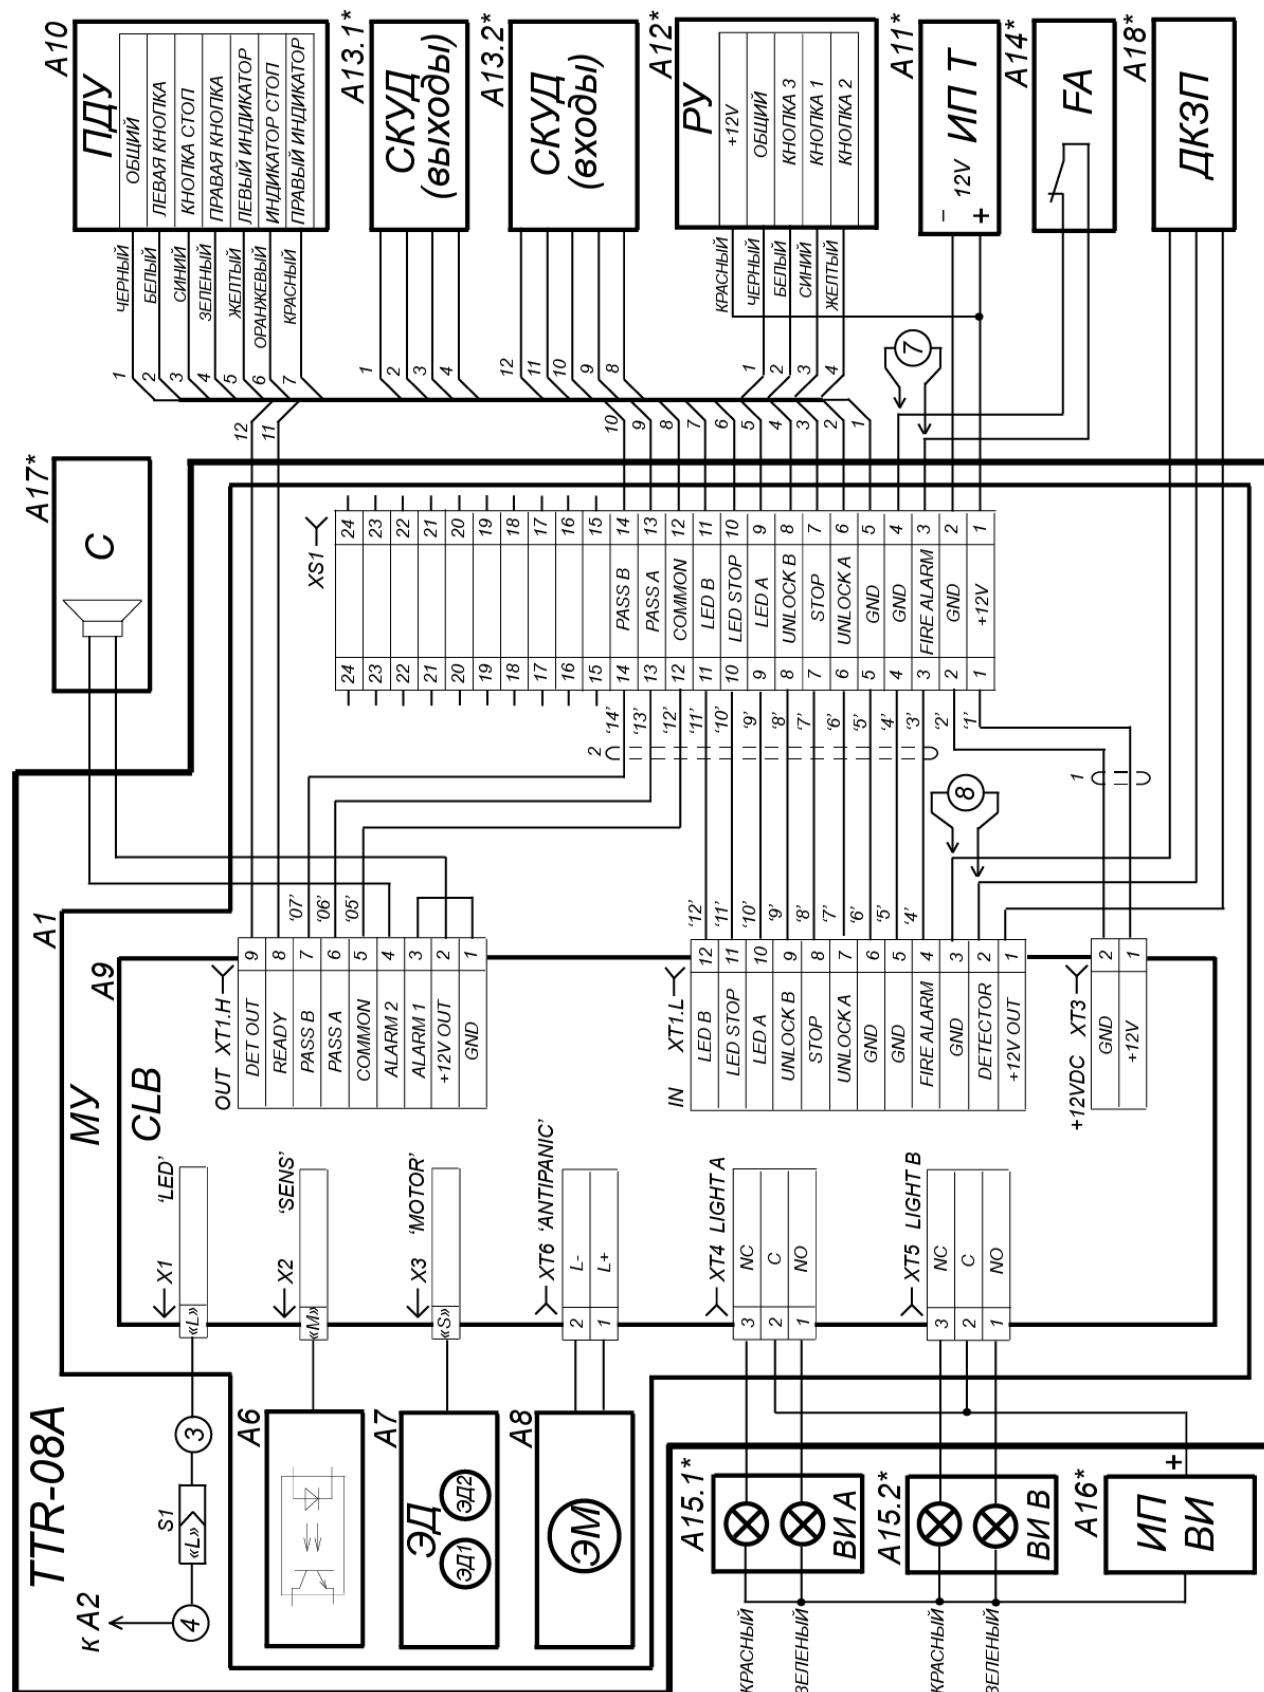

Рисунок 10. Схема электрическая соединений¹
Схема подключения турникета приведена на рис. 10. Расположение клеммных колодок на плате управления указано на рис. 4. Используемые при монтаже кабели и их максимальная длина указаны в разд. 8.2. Рекомендации по подготовке установочной поверхности и организации зоны прохода приведены в разд. 8.1. При монтаже турникета придерживайтесь следующей последовательности действий:
2. В соответствии со схемой, приведенной на рис. 10, произведите разметку и разделку отверстий в полу под гильзы анкеров (15) для крепления стойки турникета.